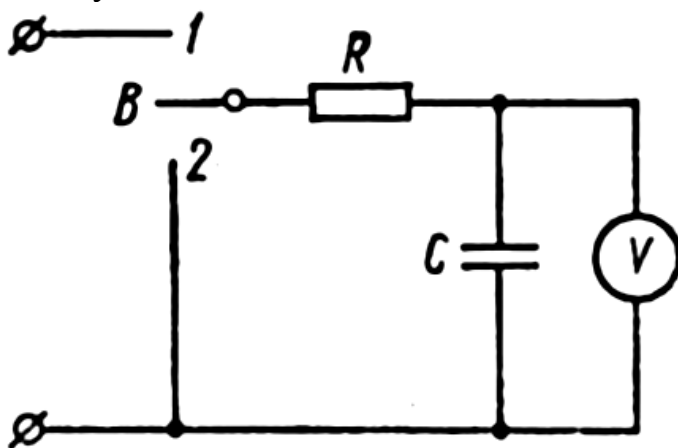
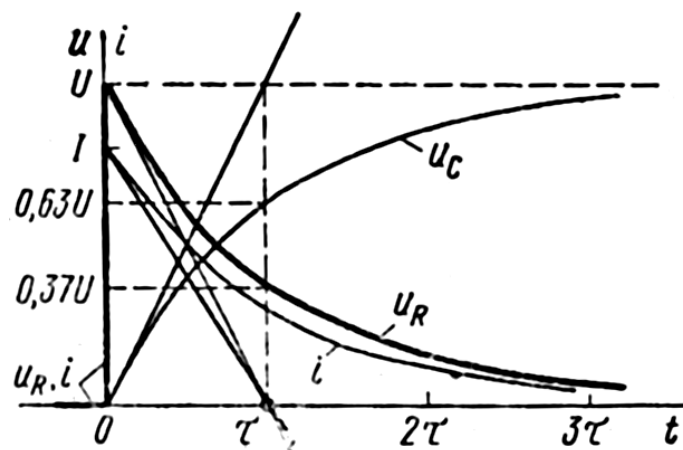

Рисунок 1 – Схема
Рисунок 2
При включении конденсатора на постоянное напряжение (рисунок 1) в цепи возникает электрический ток, пластины конденсатора начинают заряжаться. В первый момент ток от нулевого значения скачком возрастает, затем начинает уменьшаться по экспоненциальному закону (рисунок 2):
За время  $t = \tau$  напряжение  $u_C$  при зарядке конденсатора возрастает до значения  $0,63 \cdot U$ . Отсюда следует простой способ нахождения  $\tau$  графическим методом по известной кривой напряжения (рисунок 2). Приняв значение  $U$  за единицу, находят величину  $0,63 \cdot U$ , а затем, отложив эту ординату, по графику определяют абсциссу  $\tau$ . Если известна кривая тока, то откладываем ординату  $0,63 \cdot I$  и аналогично определяем абсциссу  $\tau$ .
1. Собрать цепь (рисунок 1) и показать ее преподавателю для проверки.